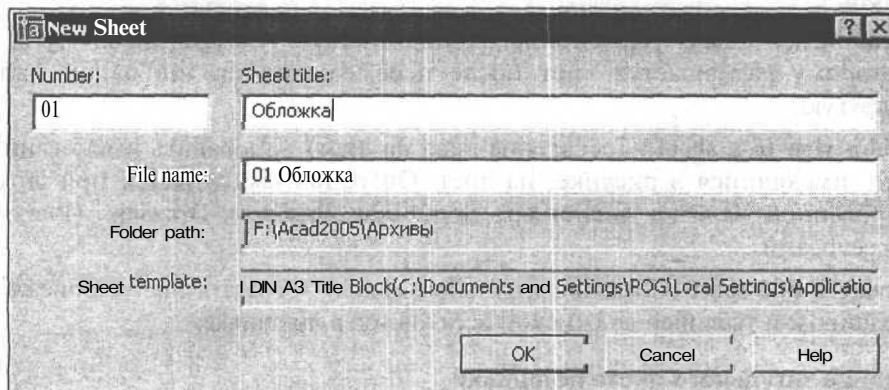

Рис. 20.17. Диалоговое окно для ввода номера листа и ее наименования
2. В диалоговом окне **New Sheet** (Новый лист) введите номер и название листа (рис. 20.17). После щелчка на кнопке **OK** закроется это диалоговое окно, а в диспетчере подшивки появится новый лист, который AutoCAD расположит последним в списке.